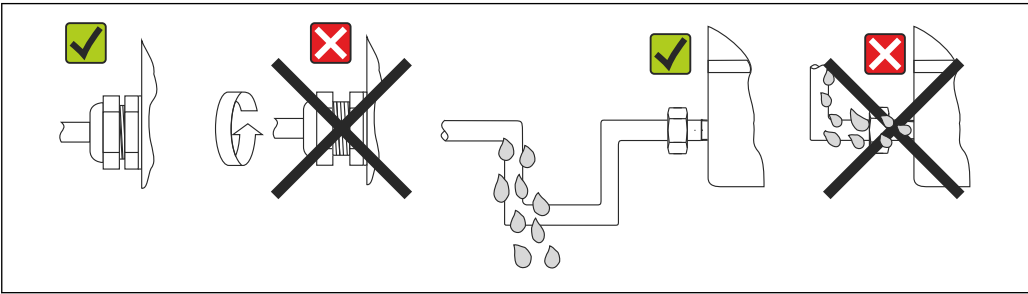

图 13 符合 IP67 防护等级的接线说明
- 牢固拧紧缆塞。→ 图 13, 图 23
- 电缆在接入缆塞之前，必须呈向下弯曲状（引导水向下流），防止水汽进入缆塞。安装设备，避免缆塞朝上。→ 图 13, 图 23